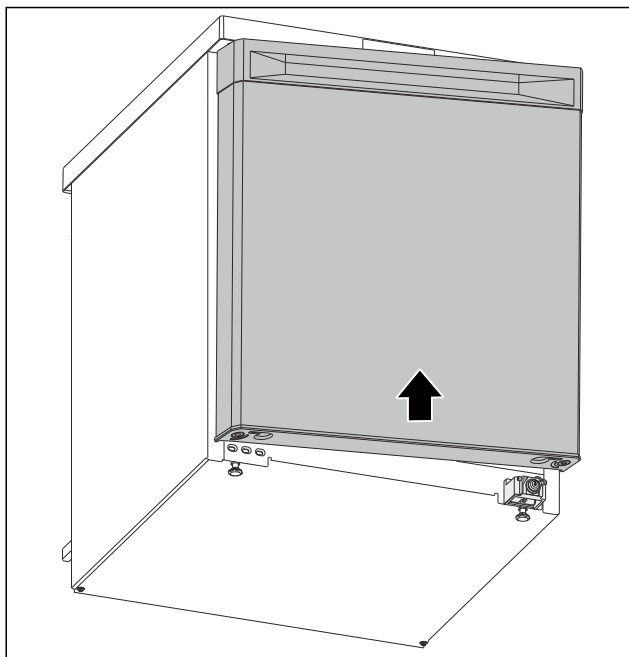

Fig. 22
- ▶ Надвиньте дверь в открытом состоянии на верхний палец. (см. Fig. 22)